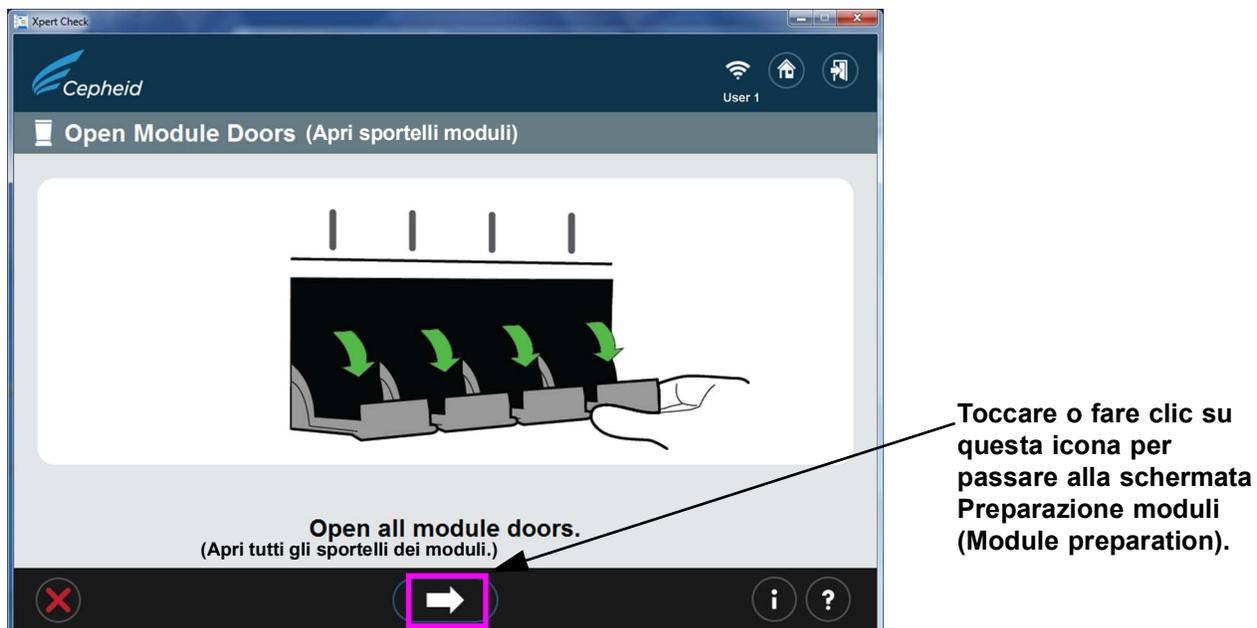

Figura 2-9. Schermata Apri sportelli moduli (Open Module Doors)
10. Quando tutte le informazioni sono state immesse, toccare o fare clic sul pulsante con la freccia avanti, in basso nella pagina 2 della schermata Informazioni di contatto (Contact Information). Verrà visualizzata la schermata Apri sportelli moduli (Open Module Doors). Vedere la Figura 2-9. Aprire manualmente tutti gli sportelli dei moduli per consentire il caricamento delle cartucce.